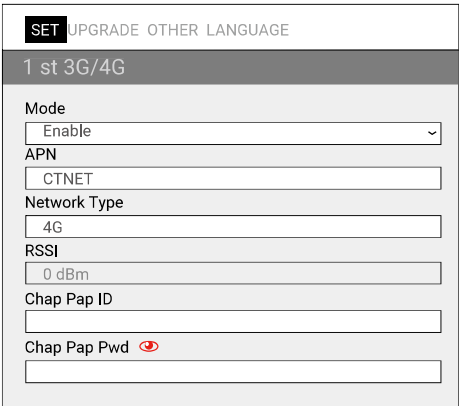

Figura 4-10. Informazioni di rete
5) Compilare i campi informazioni APN, Chap Pap Id e Chap Pap Pwd. Vedere la seguente figura 4-10.